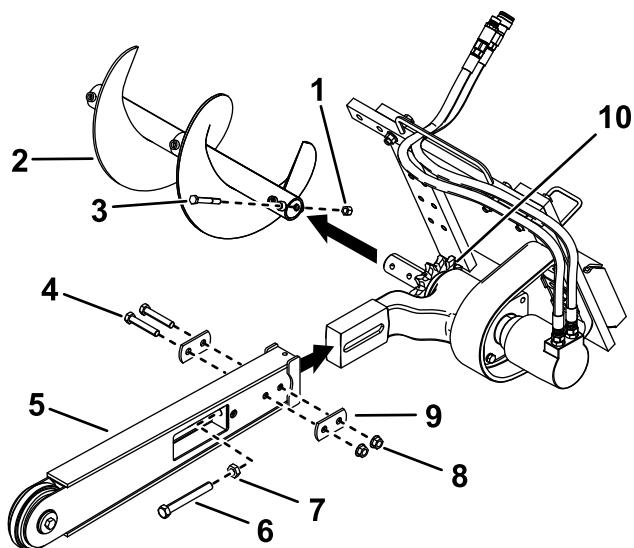

Bild 4
3. Entfernen Sie die Schraube und die Mutter, mit der die Schuttschnecke befestigt ist, und nehmen Sie die Schnecke ab (Bild 4).
4. Nehmen Sie die zwei Schrauben (5/8" x 3 1/2"), zwei Muttern (5/8") und zwei doppelten Scheiben von den Seiten des Fräsbaums ab (Bild 4).
5. Lösen Sie die Einstellschraube und Klemmmutter (Bild 4).